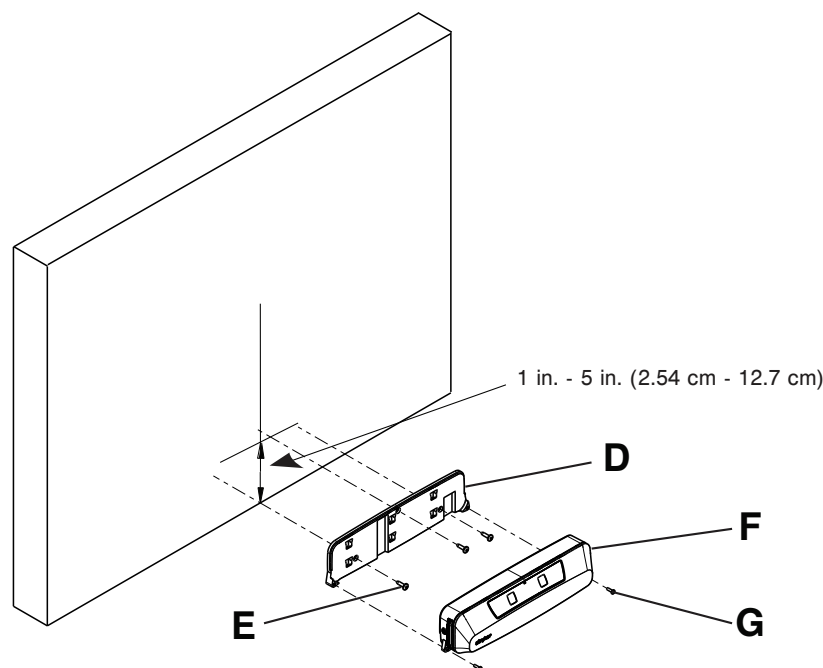

Рисунок 3 – Спецификации монтажа
5. С помощью рулетки и карандаша отметьте предполагаемый центр расположения кровати (вертикальную линию) (Рисунок 3).
6. Отцентрируйте крепежную пластину по вертикальной линии, сделанной на шаге 5, и установите нижнюю часть крепежной пластины не более чем на 1 дюйм (2,54 см) от пола (Рисунок 3).
7. Приложите уровень к нижней части крепежной пластины (D) и убедитесь в том, что она горизонтальна, когда вы располагаете крепежную пластину (D) на контрольных метках, сделанных на шагах 5 и 6 (Рисунок 3).
8. Отметьте карандашом три отверстия для винтов на крепежной пластине (D).
9. Используя соответствующий инструмент с крепежными элементами, поставляемыми больницей (E, не входит в комплект), прикрепите крепежную пластину (D) к стене (Рисунок 3).
10. Прикрепите Secure Connect (F) к крепежной пластине (D) (Рисунок 3).
11. Крестообразной отверткой № 2 укрепите Secure Connect (F) на крепежной пластине (D) двумя поставляемыми винтами (700001126359) (G) (Рисунок 3).